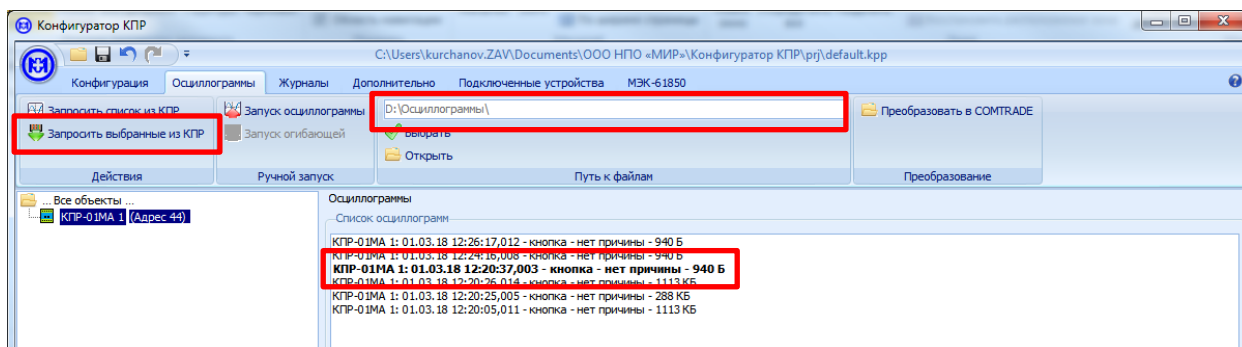

Рисунок 6.27 – Сохранение выбранных осциллограмм на ПК
- в поле *Список осциллограмм* выбрать одну или несколько осциллограмм и нажать кнопку *Запросить выбранные из КПП* (рисунок 6.27).